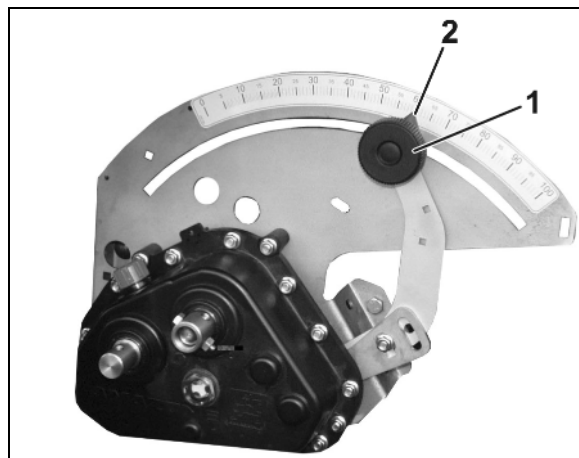

Рис. 43
5. Ослабьте фиксатор (Рис. 43/1) рычага редуктора.
6. Установите указатель рычага редуктора (Рис. 43/2) в одно из следующих положений:
7. Затяните фиксатор (Рис. 43/1).